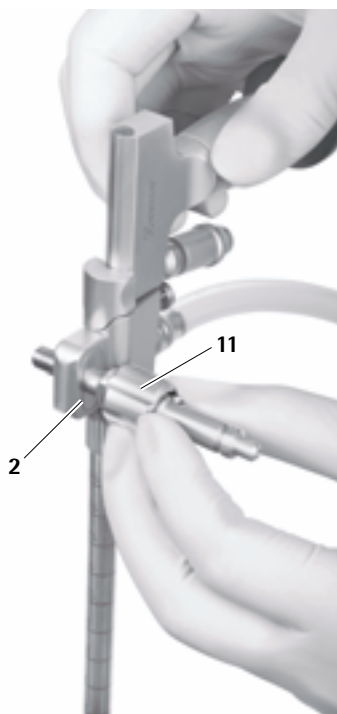

Abb. 18
- Haltearmadapter 11 wahlweise seitlich (rechts/ links) in Bohrung stecken, bis Flansch in die vorgesehene Nut 2 einrastet, die zur Befestigung des Haltearms dient, siehe Abb. 18.